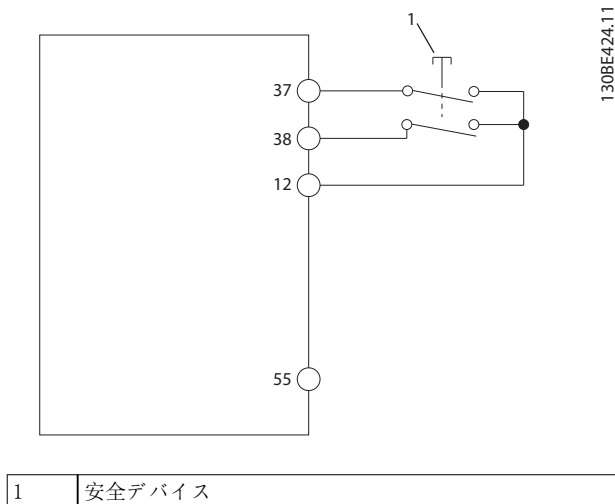
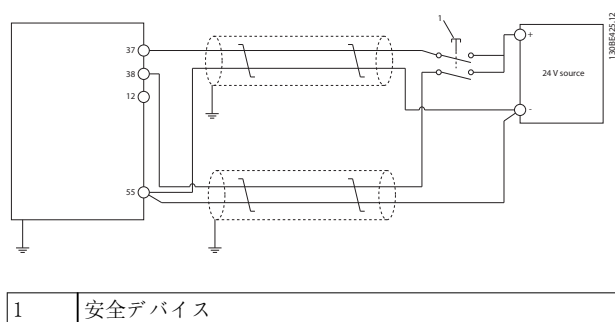

図 6.4 キャビネット 1 個での STO 配線、周波数変換器が電源電圧を供給
図 6.5 STO 配線、外部電源
- デュアルチャネル安全デバイス（例えば、安全 PLC、ライトカーテン、安全リレー、緊急停止ボタン）を端子 37 及び 38 に接続して、安全アプリケーションを構築します。デバイスはハザードアセスメントに基づいて必要な安全レベルに準拠する必要があります。図 6.4 は、周波数変換器と安全デバイスが同一キャビネットに収納される STO アプリケーションの配線図を示します。図 6.5 は、外部電源が使用される STO アプリケーションの配線図を示します。